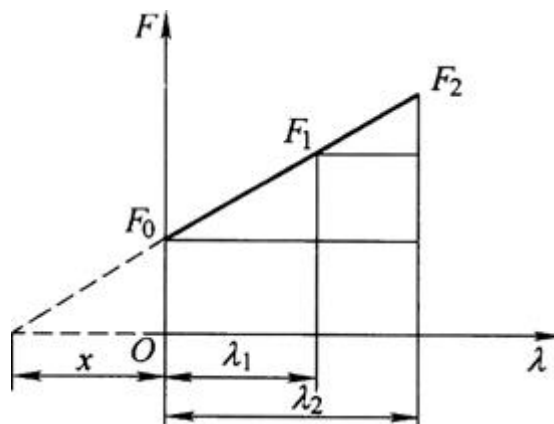

图18-2-1
(1) 初拉力 F_0 ；
(2) 没有初应力的弹簧在 $F_2 = 30\text{N}$ 的拉力下，弹簧的高度。[提示：有初应力的拉伸弹簧比没有初应力的弹簧多了一段假想的变形量 x （见图18-2-1），也就是说前者在自由状态下具有一定初应力 τ_0 。工作时，当外力大于初拉力 F_0 时，弹簧才开始伸长。]